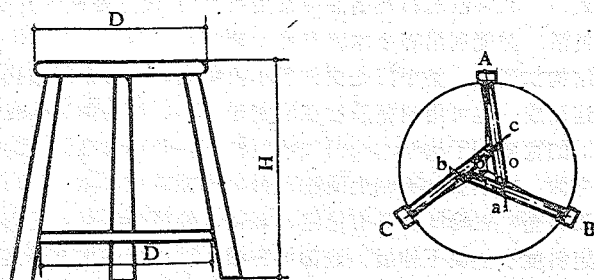

图25 三腿圆凳
**三腿圆凳** 三腿圆凳具有稳定、轻便、经济等优点。它的三根腿都以一定斜度自上而下伸展,底部用三根互相榫接的水平撑支撑(图25),三角支撑所在的圆(底部)等于或略大于凳面的直径,这是为了使两个凳子叠起时减少高度(就是使上面的凳子撑正好卡住下面的圆凳面)。其划线方法如(图25)所示。